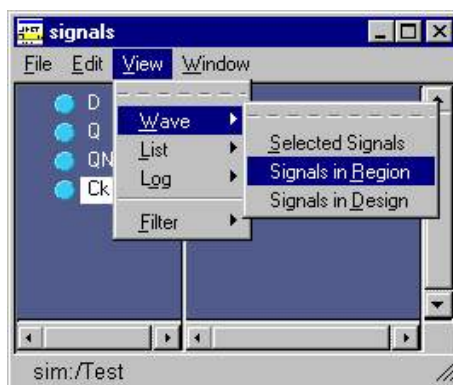

Figura 2.5: Fereastra *Signals*.
2. Stabiliți semnalele care se vor afișa în fereastra *Wave*, selectând fereastra *Signals* și apelând meniul *View > Wave > Signals in Region* (figura 2.5). Exersați diferitele funcții